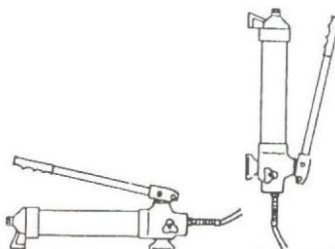

Рис. 2
**ВНИМАНИЕ:** Насос может применяться как в горизонтальном, так и в вертикальном положении. При вертикальном положении всегда устанавливайте насос шлангом вниз( см. рис.2).